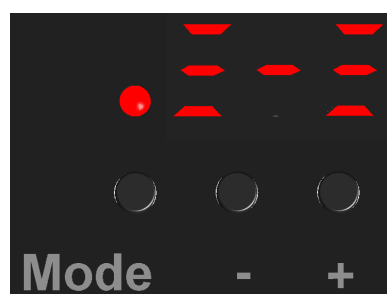

Рис. 7
- Для возврата к заводским установкам нажмите повторно «Mode» и «+» (см. Рис. 7). В этом пункте меню нажмите одновременно кнопки «+» и «-». А для выхода без сохранения нажмите одновременно кнопки «Mode» и «+».